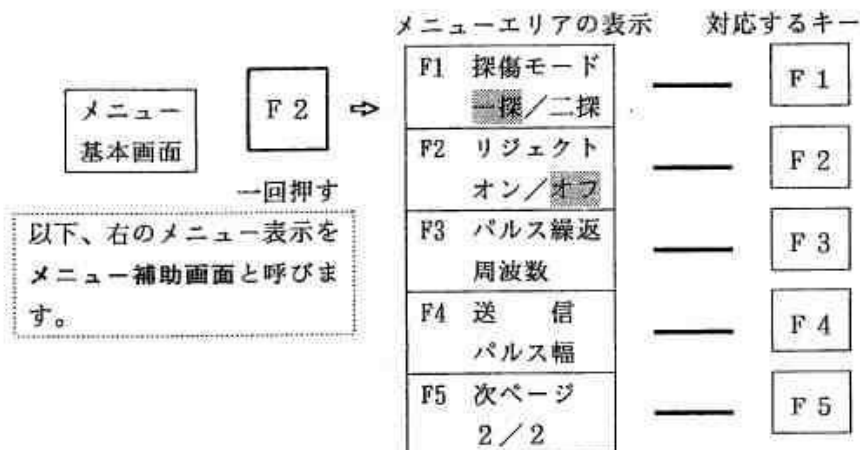

図 6.2.2 補助機能の構成 (1/3 ページの例)
- ① メニュー基本画面の [補助メニュー] に対応する F 2 キーを1回押すと、図 6.2.2 に示したメニュー補助画面がメニュー表示エリアに表示されます。
6. 2. 2. (1) 探傷モード